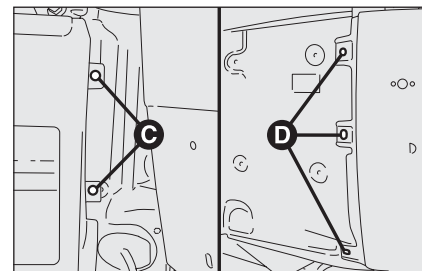

fig. 30c
- ☐ dévisser les deux fixations C côté porte battante arrière, repérables en ouvrant légèrement la porte fig. 30c;
- ☐ dévisser les trois fixations latérales D sur le côté longeron, repérables après avoir retiré la moulure latérale fig. 30c. Pour démonter la moulure, il faut dévisser les trois vis autofileteuses inférieures et couper avec précaution les cliquets à ressort pour éviter de les briser. En cas de rupture d'un ou de plusieurs cliquets, il faut les remplacer: